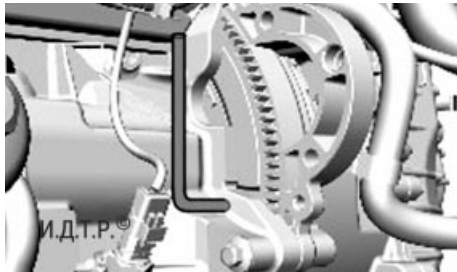

Рис. 5.51. Фиксация коленчатого вала двигателя от проворачивания
8. Зафиксируйте коленчатый вал от проворачивания, установив специальный фиксатор (рис. 5.51) в отверстие на блоке цилиндров, совместив отверстия на блоке цилиндров и маховике.
14. Снимите фиксаторы, с помощью которых фиксировалось положение коленчатого вала (см. рис. 5.51), и шкива выпускного распределительного вала (см. рис. 5.52).